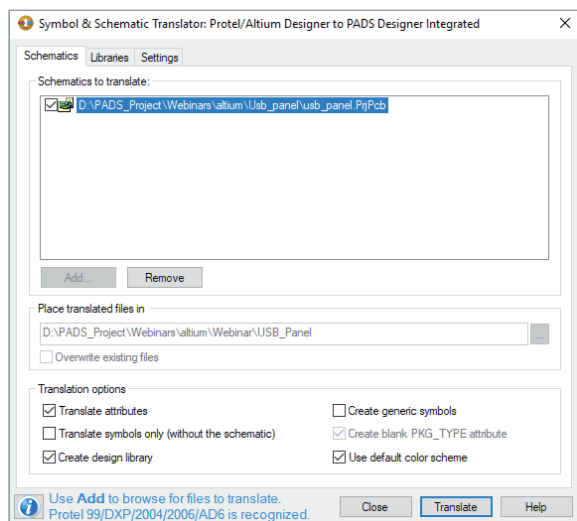

Рис. 15
5. В открывшемся окне на вкладке *Schematics* нажимаем кнопку *Add* и указываем путь к схемному проекту Altium с расширением \*.PrjPcb либо \*.SchDoc (рис. 15). Если у вас есть файл \*.PrjPcb — это намного лучше, так как он содержит в себе все листы схемы, связанные с данным проектом. Если же нет, то нужно будет по очереди транслировать все листы с расширением \*.SchDoc.